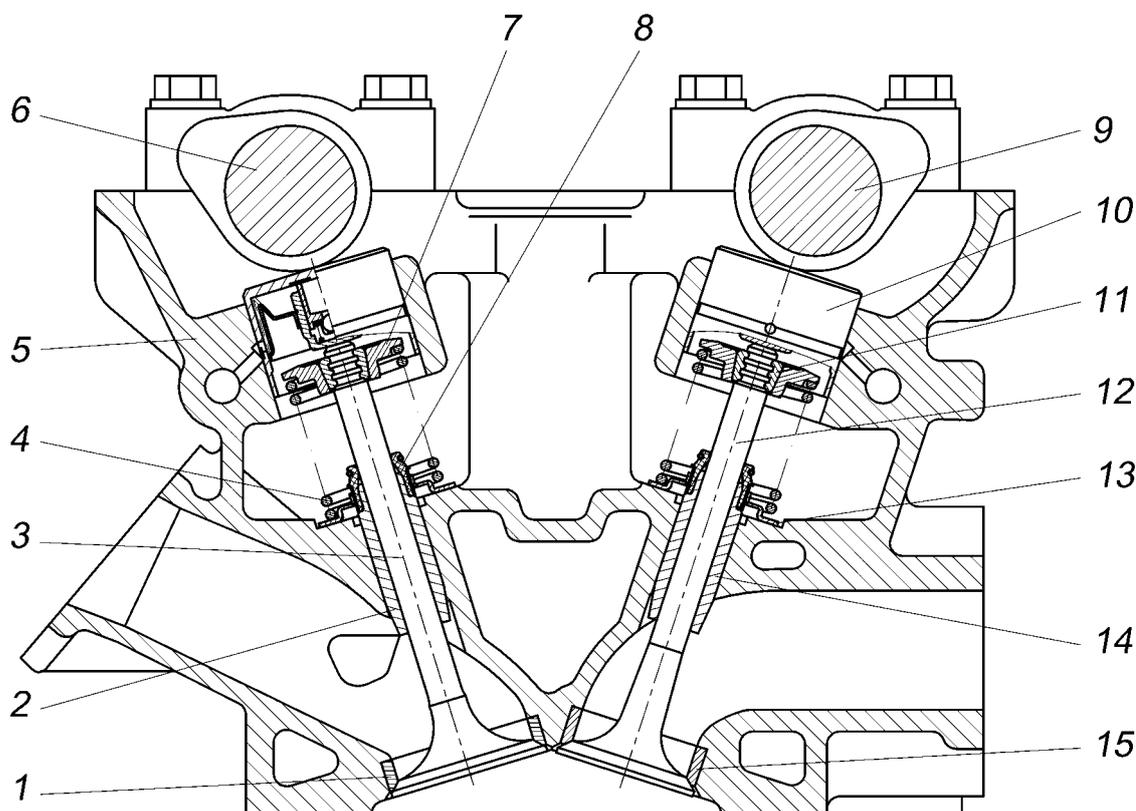

Рис.26. Привод клапанов:
**Привод клапанов** (рис.26) осуществляется двумя распределительными валами 6 и 9, расположенными в головке цилиндров 5. Кулачки распределительных валов действуют непосредственно на гидротолкатели 10, которые перемещаются в цилиндрических отверстиях головки цилиндров. Применение гидравлических толкателей в приводе клапанов исключает необходимость регулировки зазоров. В приводе применяется одна пружина на каждый клапан.